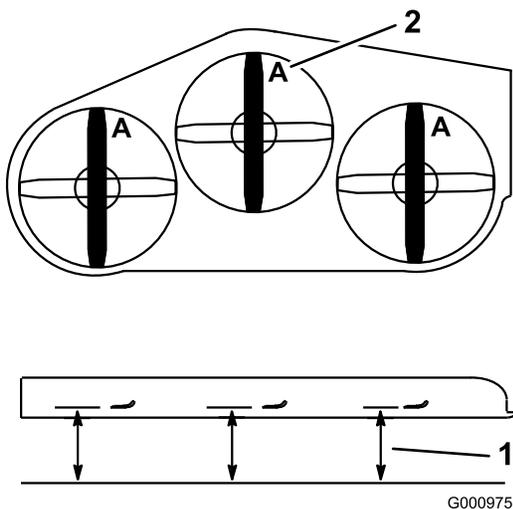

Figura 97
4. Misurate al punto **A** e da una superficie piana fino al tagliente della punta della lama (Figura 97).